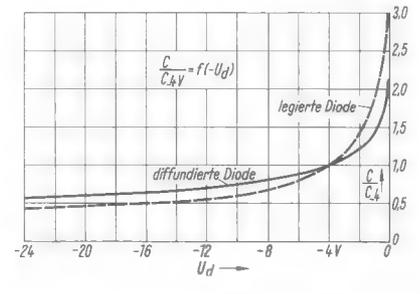

Bild 11. Vergleich des Verlaufes von Kapazitäts-Kennlinien von diffundierten und legierten Kapazitätsdioden
Um den durch die Gleichungen (6) und (7) beschriebenen unterschiedlichen Kapazitätsgang von der Legierungsdiode und der Diffusionsdiode besonders darzustellen, sind in Bild 11 die beiden Kapazitätsfunktionen normiert auf den Kapazitätswert bei  $-U_d = 4\text{ V}$  gemeinsam aufgetragen. Dabei bestätigt sich (6) für die Legierungsdiode, denn für ein Spannungsverhältnis  $-1\text{ V} : -10\text{ V}$  ergibt sich ein Kapazitätsverhältnis von  $1,9 : 0,6 = 3,16 = \sqrt{10}$ ; ebenso gilt ungefähr für die Diffusionsdiode (7), denn zu demselben Spannungsverhältnis von  $-1\text{ V} : -10\text{ V}$  gehört dabei ein Kapazitätsverhältnis von  $1,43 : 0,75 = 1,91 \approx \sqrt{10}$  (genauer Wert wäre 2,15).